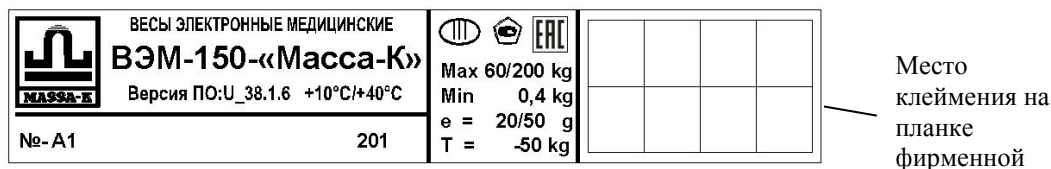
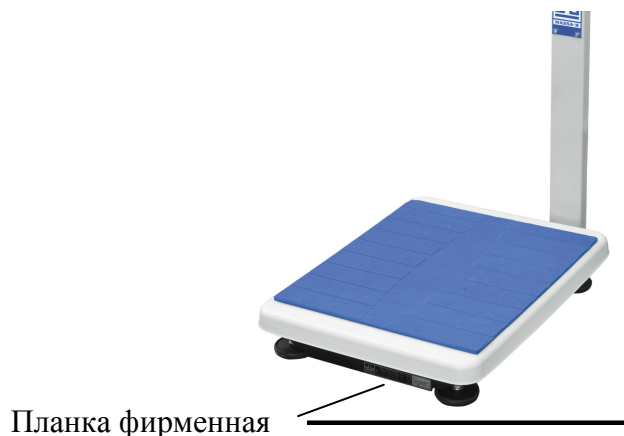

Рис. 18.1 - Планка фирменная
Рис. 18.2 - Местоположение планки
- нанести на планку фирменную весов (Рис. 18.1, Рис. 18.2) оттиск поверительного клейма.